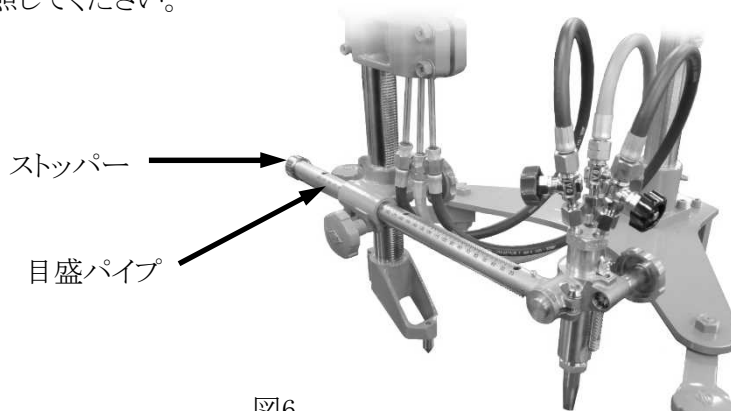

図6
7)図 6 のように目盛パイプにストッパーを取り付けてください。